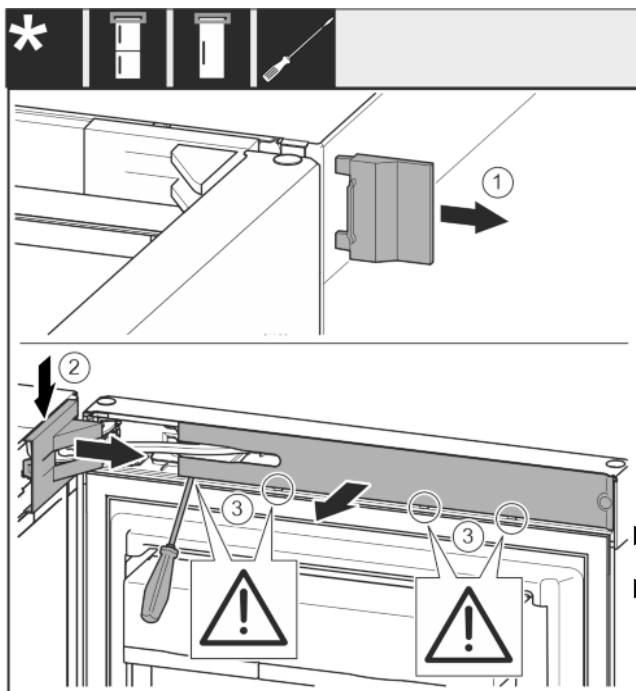

Fig. 6
► Retirar la cubierta exterior. Fig. 6 (1)
► Desencajar y soltar la cubierta del soporte de apoyo. Retirar la cubierta del soporte de apoyo. Fig. 6 (2)
► Desencajar el panel con el destornillador para tornillos de cabeza ranurada y moverlo a un costado. Fig. 6 (3)